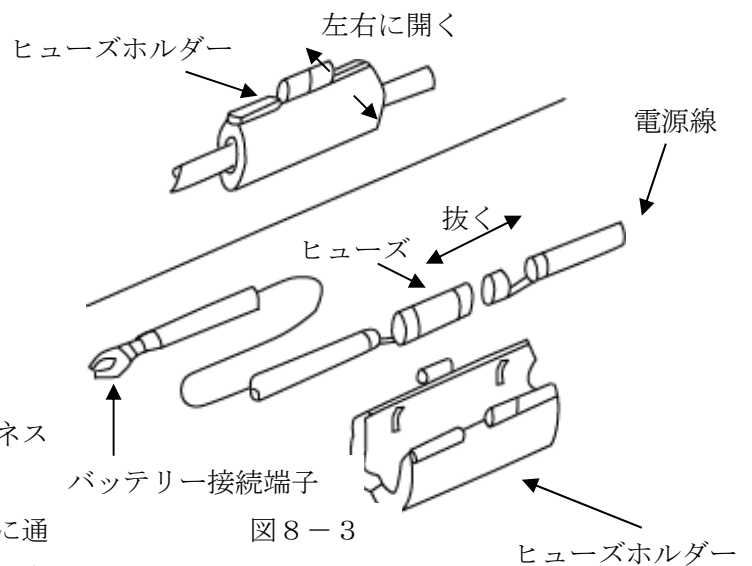

図8-3
- (1) 電源線のヒューズホルダー、ヒューズ及び端子付部分の電源線を(+) (-)とも取外す。(図8-3参照)
- (2) 隔壁部の既設グロメットに切り込みを入れ、電源線を車室内からエンジンルーム側に向かって通す。